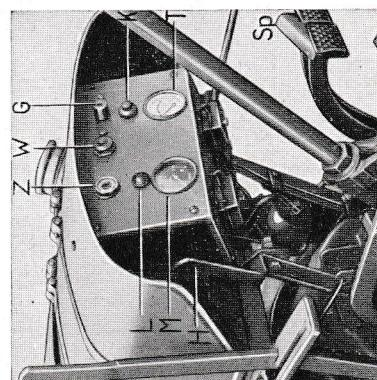

Abb.: 3
### 1.) Anlassen von Hand (Abb. 3 und 4).
Die Vorglühung erfolgt wie unter Punkt 1a) erwähnt (Vorglühzeit beachten). Der Handgashebel wird ebenfalls auf etwa halbes Gas gestellt. Der Handhebel X ist nach 2–3 maligem Vorpumpen in Betriebsstellung B zu legen und der Anlasserknopf K (Abb. 3) zu drücken. Sobald die erste Zündung erfolgt, ist der Anlasserknopf loszulassen. Falls der Motor nicht anspringt, Anlasserknopf niemals länger als  $\frac{1}{2}$  Minute lang drücken. Bei wiederholtem Anlassen ist besonders darauf zu achten, daß der Motor bereits wieder stillsteht, bevor der Anlasserknopf ein zweites oder weiteres Mal betätigt werden muß. Nach dem Anspringen des Motors ist die Glühkerze auszuschalten und der Handgashebel zurückzustellen.
riegelungssperre Sp (Abb. 3) oberhalb der Fußbremspedale gelöst ist, kann wahlweise das linke oder das rechte Pedal betätigt und dann entweder eine enge Links- bzw. Rechtskurve gefahren werden. Dasselbe gilt für das rechte Pedal. Die Einzelradfußbremse soll nach Möglichkeit nur bei der Feldarbeit Verwendung finden. Beim Fahren auf der Straße müssen die beiden Bremspedale unbedingt durch die Verriegelungssperre miteinander verbunden sein, um ein sicheres und gleichmäßiges Bremsen zu ermöglichen und den Verkehr nicht zu gefährden.
- 2.) Die Temperatur des Kühlwassers ist stets am Fernthermometer T (Abb. 3) abzulesen. Sie soll nicht über  $90^{\circ}\text{C}$  und nicht unter  $70^{\circ}\text{C}$  liegen. Die Kühlwassertemperatur kann mit der Kühlerschutzdecke geregelt werden. Grundsätzlich darf bei etwa auftretendem großen Wasserverlust niemals kaltes Wasser in die heiße Maschine nachgefüllt werden.
Das „Dieselroß“ ohne Anlasser besitzt eine 6 Volt-Lichtanlage. Der von der Lichtmaschine erzeugte Strom, welcher nicht von den Scheinwerfern oder dem Horn verbraucht wird, wird von der Batterie aufgespeichert. Diese liefert dann bei stillstehendem Motor Strom für Standlicht und Glühlanlage. Zum Einschalten des Fernlichtes dreht man den Schlußsitz im Zünd- und Lichtschalter Z (Abb. 3) im Uhrzeigersinn bis auf 2. Rücklicht und Horn sind dabei auch eingeschaltet. Das Standlicht wird eingeschaltet, indem man den Schlußsitz zurück auf 1 dreht, wobei Rücklicht und Horn ebenfalls eingeschaltet sind. Zum Ausschalten des Lichthes dreht man den Schlußsitz zurück auf 0. In der Null - Stellung, also auch bei Tagfahrt, ist nur das Signalhorn eingeschaltet. Es ist darauf zu achten, daß der Keilriemen zur Lichtmaschine immer stramm aufliegt, um die richtige Drehzahl der Lichtmaschine zu erreichen. Das Nachspannen des Keilriemens erfolgt durch Drehen des Lichtmaschinenschalters.
Außerdem ist am Schaltbreit eine Lichtmaschinenkontrolllampe (Abb. 3) angebracht. Diese leuchtet grün auf, wenn die Lichtmaschine nicht aufladet. Wenn also der Zündschlüssel in den Schalter ganz hineingedrückt wird, muß die Lampe aufleuchten. (Andernfalls Leistungsdefekt oder die Birne ist entzweig). Sobald der Motor anläuft, löscht das grüne Licht aus. Leuchtet dasselbe während des Betriebes auf, ist meistens ein Lichtmaschinendefekt oder eine zu niedrige Drehzahl der Lichtmaschine die Ursache, was im zweiten Falle mitunter auf zu wenig gespannte Keilriemen zurückzuführen ist. Falls Gasgeben oder Spannen der Keilriemen zu keinem Erfolg führen, muß man die Lichtmaschine nachsehen lassen. Bei eingebautem Anlasser besitzt der Schlepper eine 12 Volt-Lichtanlage. Ein Versagen der Vorglühanlage ist meistens auf Oxydation des Glühdrahtes im Glühüberwacher zurückzuführen. Man öffnet den Glühüberwacher, schabt die beiden Messingstifte und die Einführungsbüchsen blank und der Schaden ist meistens behoben. Der Glühdraht kann auch ohne weiteres ausgewechselt werden.